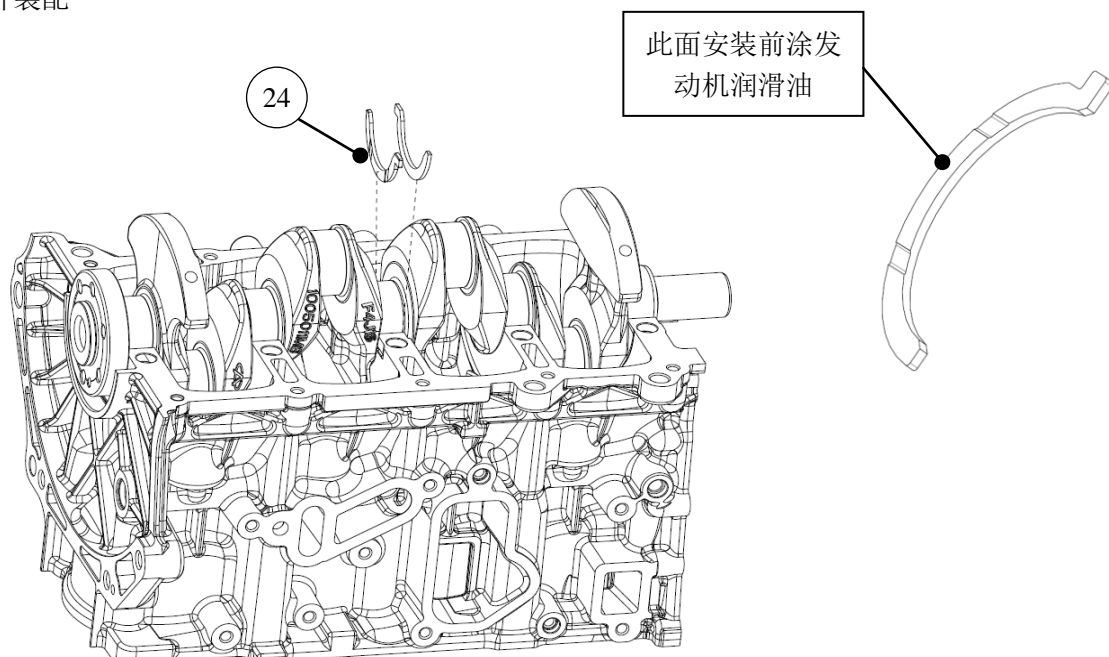

图 C-18 止推片的装配
- 2)、将无油槽面朝向缸体侧，有油槽面朝向曲轴侧，装入第三道主轴承座的前后止推面上，见图 C-18。